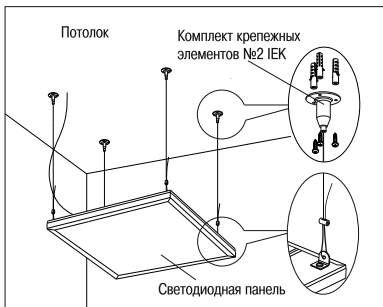

Рисунок 3
5.2.4 Подвесной монтаж светодиодной панели осуществляется с помощью комплекта крепежных элементов № 2 IEK (рисунок 3). Комплект крепежных элементов приобретается отдельно.